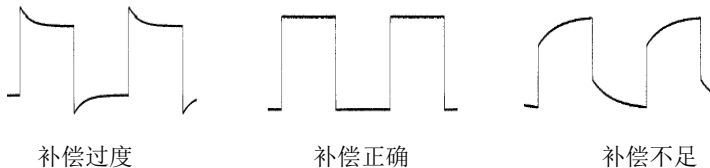

图 12 探头补偿
- 检查所显示的波形形状并与图 12 所得波形进行对比。
- 使用附件中提供的探头补偿调节棒调整探头上的低频补偿调节孔，直到显示的波形如上图 12 所示的“**补偿正确**”。